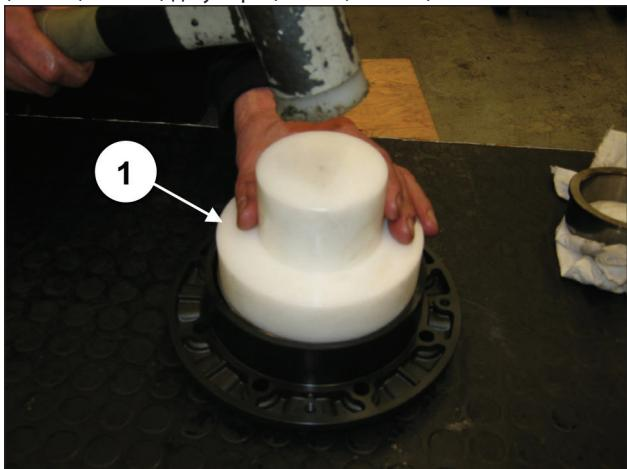
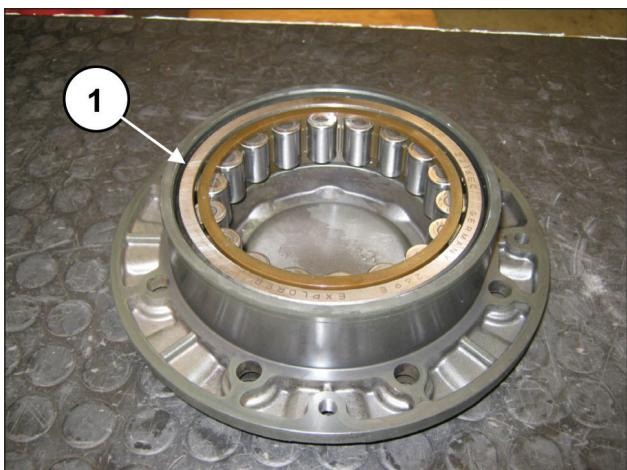

Рис. 57
Рис. 58
Повторите эту операцию на крышке подшипника, предварительно установив внешнее кольцо подшипника коленчатого вала с помощью инструмента, арт. 27605000 (поз. ①, Рис. 57) до упора (поз. ①, Рис. 58).